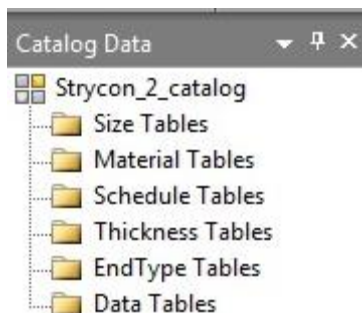

Figura 6. Datos del catálogo
- En cuadro de diálogo, en la parte superior izquierda, ver "Catalog Data", ahora vamos a adicionar tablas de: Size (tamaño), Material (material), Schedule (cédula de tubería), Thickness (Espesores de Empaques), End Type tables (tipo de extremos), Data Tables (por tipo de componentes). Ver figura 6.